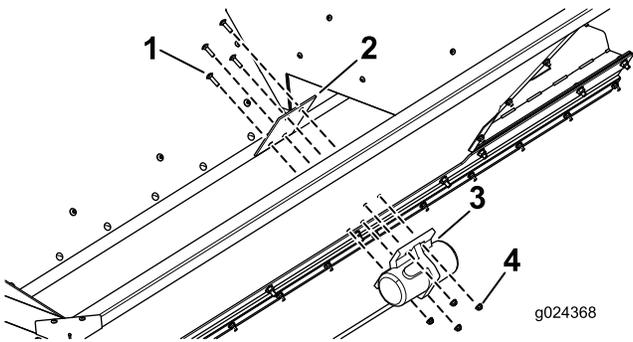

図 13
- 取り付けプレートとバイブレータを機体に固定するキャリッジボルト4本とナット4個を使用し、図 13 に示すように取り付ける。